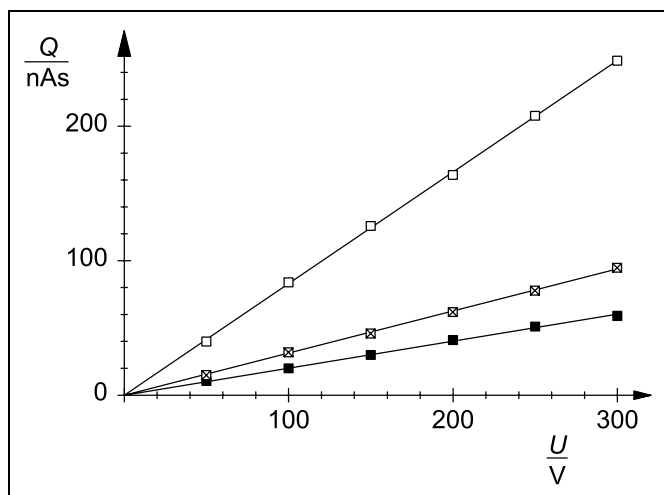

Fig. 3 Charge Q absorbée en fonction de la tension U appliquée
La fig. 3 donne une représentation graphique des valeurs mesurées du tab. 2. A titre de comparaison, on a aussi tracé les valeurs du tab. 1 mesurées pour les grandes plaques, avec l'air comme diélectrique. Les valeurs mesurées sont, dans le cadre de la précision, sur les droites passant par l'origine qui sont tracées. Leur pente (voir tab. 4) correspond à la capacité C , conformément à l'équation (I).